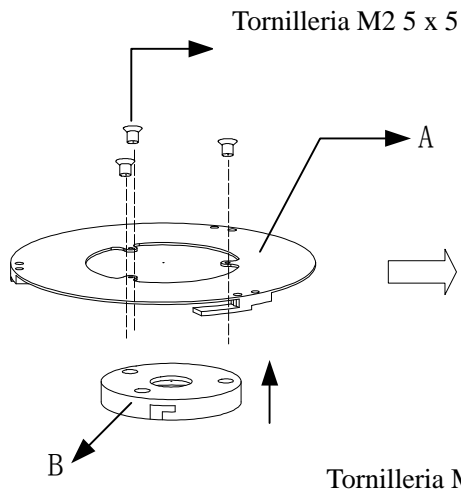

Figura 19
- 1) Instale la plataforma base (observe la figura 19).